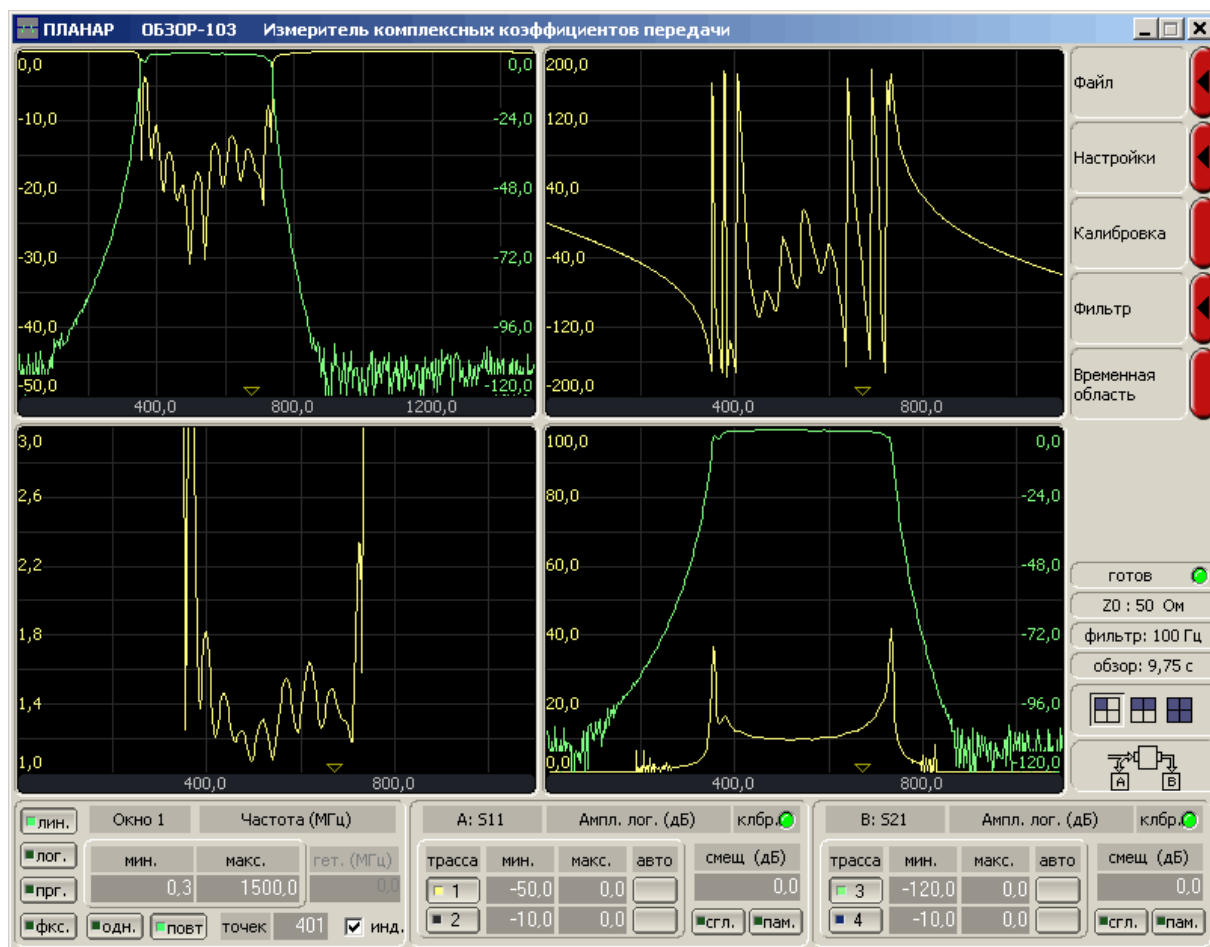

Рисунок 7.1.
- 7.1 В графической области может быть открыто одновременно до 4 окон индикации (рисунок 7.1).